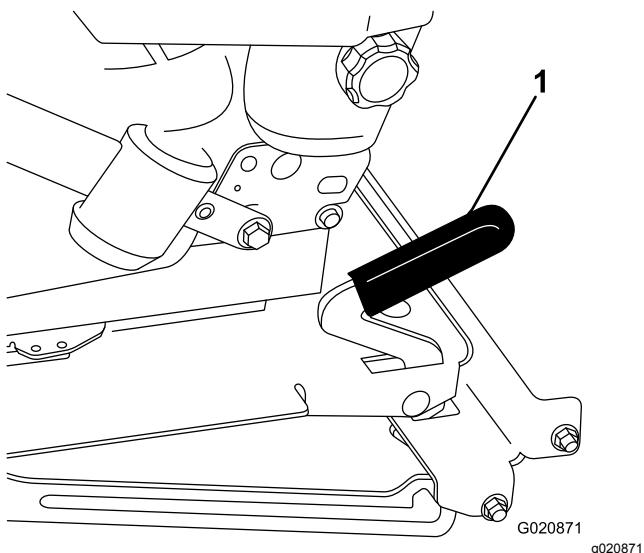

Bild 15
- Ziehen Sie den Sitzriegel nach vorne und oben, um den Sitz zu entriegeln (Bild 15).